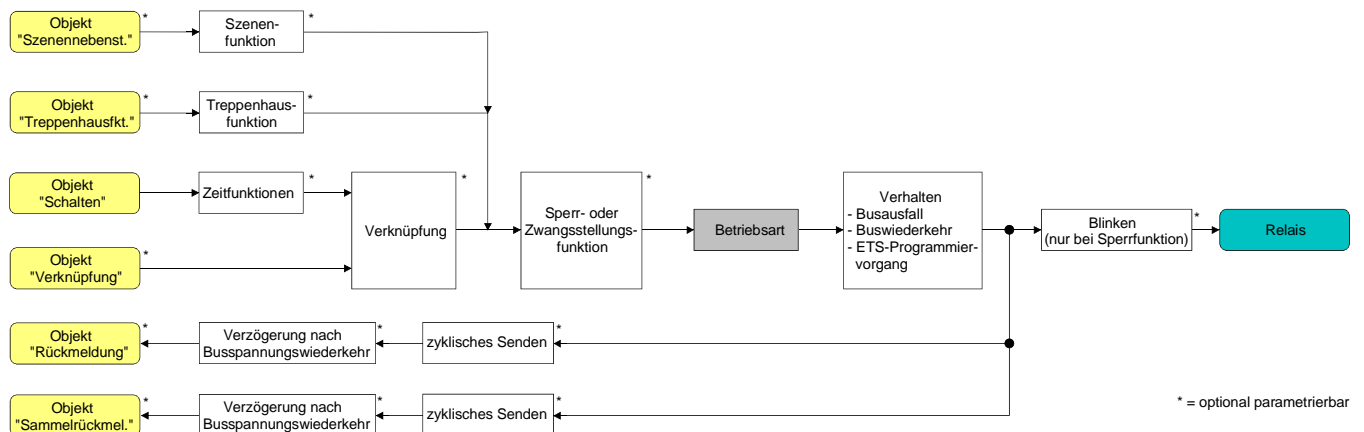

Fig. 11: Funktionsschaltbild "Betriebsart"
- ① Der logische Schaltzustand ("ein - 1" oder "aus - 0") wird durch das Kommunikationsobjekt "schalten" eingestellt und durch die Funktionen beeinflusst, die optional aktiviert werden können (z. B. Zeit-/Treppenhausefunktionen, Verknüpfungen, Sperr-/Zwangsfunktionen, Szenen – vgl. Fig. 11).
- ① Ein nach Bus-/Netzspannungswiederkehr oder nach einem ETS-Programmiervorgang eingestellter Schaltzustand wird im Rückmeldeobjekt nachgeführt. Bei einem Netzspannungsausfall werden Schaltstatus-Rückmeldetelegramme auf den Bus ausgesendet, wenn die Busspannung noch eingeschaltet ist. In diesem Fall ist zu beachten, dass unabhängig von der eingestellten Betriebsart (Schliesser oder Öffner) alle Ausgänge mit dem Schaltzustand "ausgeschaltet - 0" initialisiert werden und somit auch das Rückmeldetelegramm auf diesen Zustand angepasst wird.